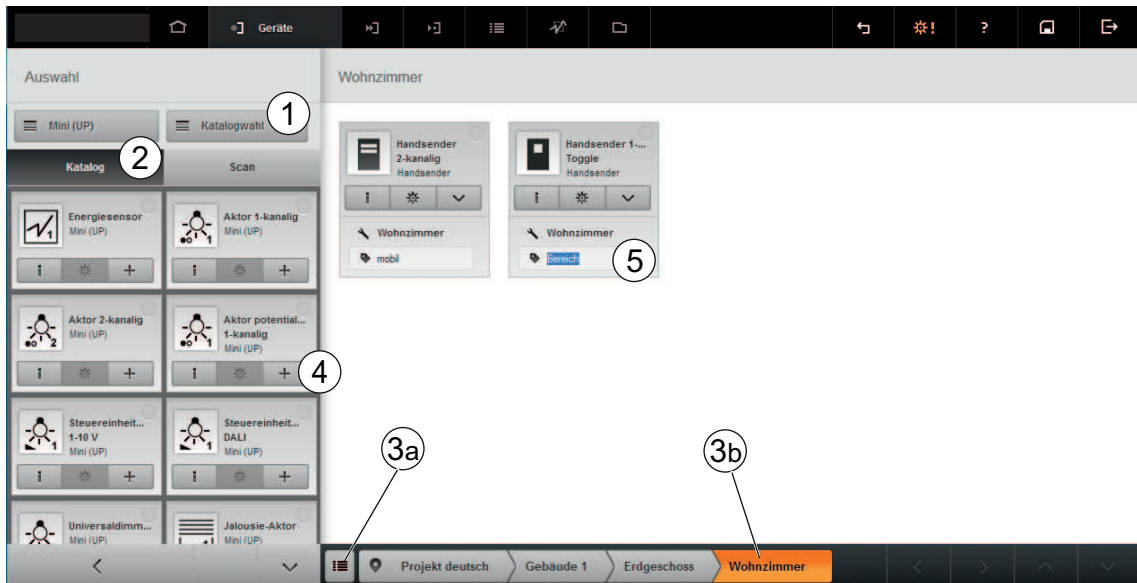

Bild 41: Kataloggerät hinzufügen
- Ggf. Katalog über die Schaltfläche **Katalogwahl** auswählen (1). Es besteht die Möglichkeit Geräte aus Katalogen von Fremdherstellern in der Auswahl einzufügen.
- Registerkarte **Katalog** wählen (Bild 41)(2).